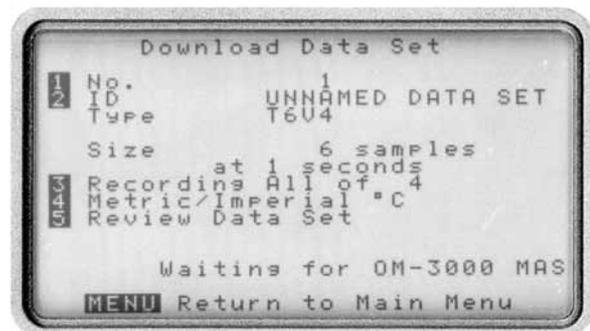

Abbildung 4. Download von Meßwerten
- 4 Nach Betätigung der Taste  erscheint das in Abbildung 4 gezeigte Display, in dem Informationen zum ausgewählten Datensatz angezeigt werden.